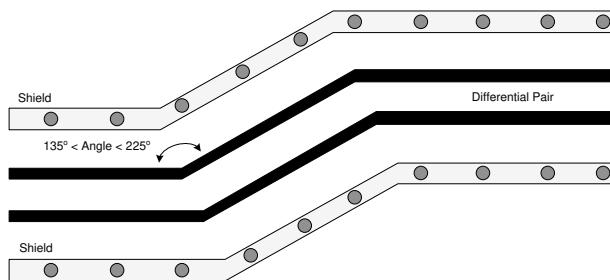

図 9-3. V-by-One の配線例
- 差動信号ペアに関する曲げ角度が $135^\circ \sim 225^\circ$ である必要があります (図 9-3 を参照)。